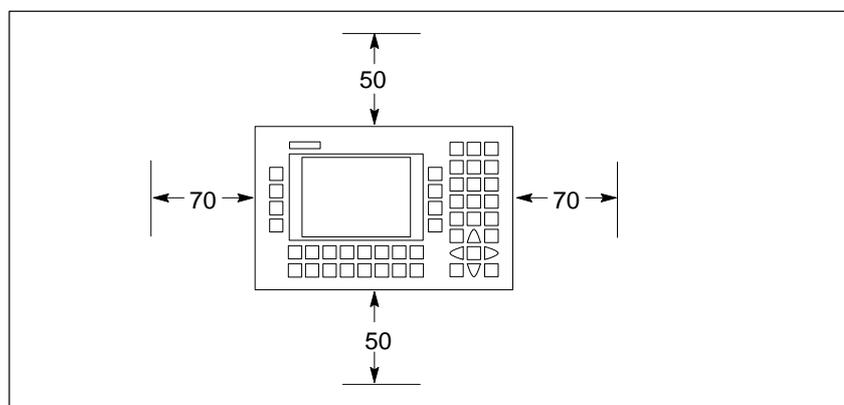

Figura 2-7 Dimensioni delle distanze per l'installazione del C7
- mantenere dai lati del C7 una distanza minima di 50 e 70 mm come mostrato alla figura 2-7;